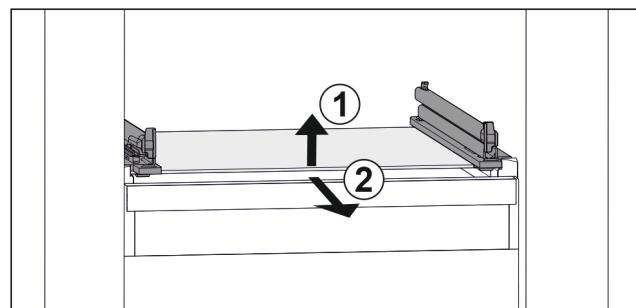

Fig. 88 Příklad znázornění skleněné desky
- Nadzvedněte skleněnou desku vpředu. Fig. 88 (1)
- Vyjměte skleněnou desku dopředu. Fig. 88 (2)